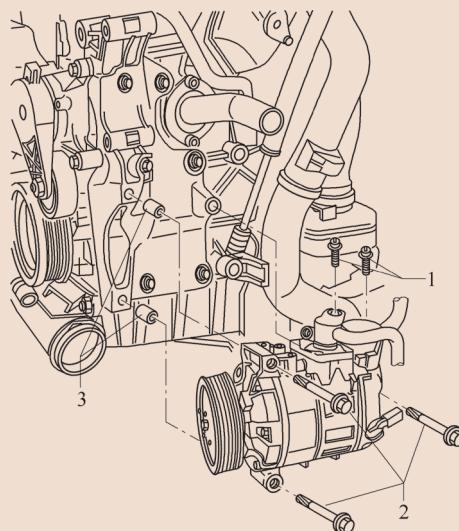

图 5-39 拆下空调压缩机
- ②旋出空调压缩机的螺栓 1 (安装时，并从空调压缩机上脱开冷凝管。安装时拧紧力矩为  $22N \cdot m$ )。
- ③拆下发动机下方的隔音垫。
- ④从压缩机带轮上脱开多楔带。
- ⑤脱开连接至空调压缩机调节阀 N280 的插头连接。
- ⑥旋出螺栓 2 并取下空调压缩机 (图 5-39)。